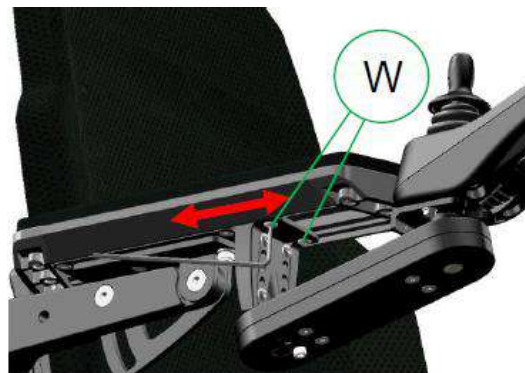

Figura 11-45
- Paso 1: Usando una llave Allen de 3 mm, afloje los tornillos (W). (Figura 11-45)